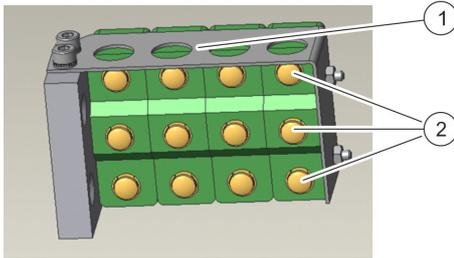

Abb. 18: Türkontakt Nummer 3EGF020449
3. ➤ Alle Schrauben der Kontakte (Abb. 18/2) auf der Rückseite des neuen Türkontakts (Abb. 18/1) komplett herausdrehen.